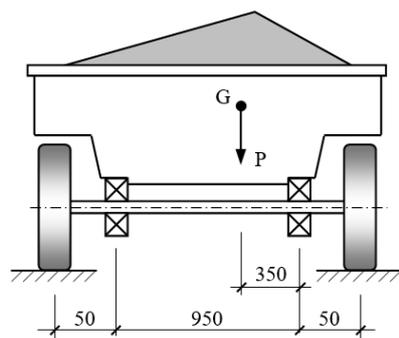

Figura 1.1
- 1.1.1** Dimensione o veio das rodas do reboque da Figura 1.1 para vida infinita, dados: